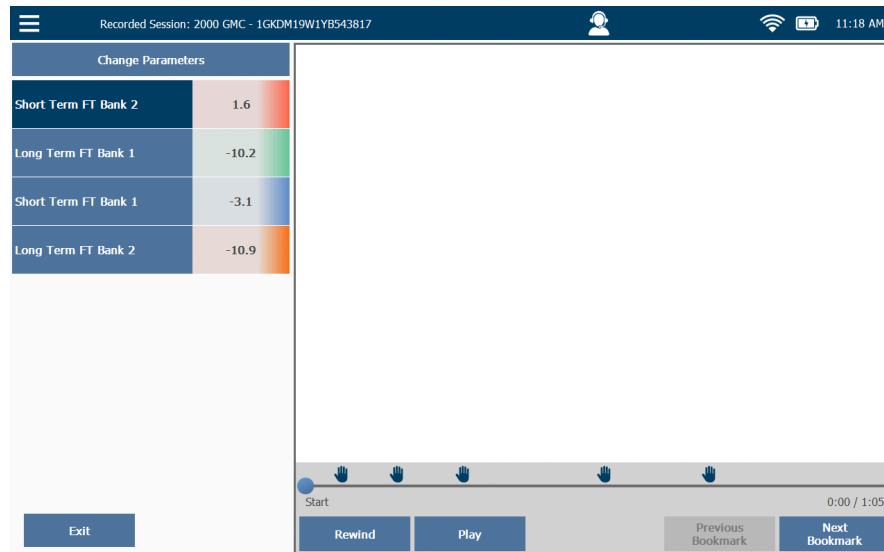

Figura 9.7 Pantalla Playback
- **Change Parameters:** ir a la pantalla Select a Category. Esto le brinda la posibilidad de cambiar tanto la categoría de los parámetros y/o los parámetros que desea ver. También puede crear una Quick List y ver la reproducción solo de los parámetros de la Quick List. Toque **View Results** para volver a la pantalla Playback (Figura 9.7).
Los marcadores se indican con el icono de la mano (Figura 9.7).